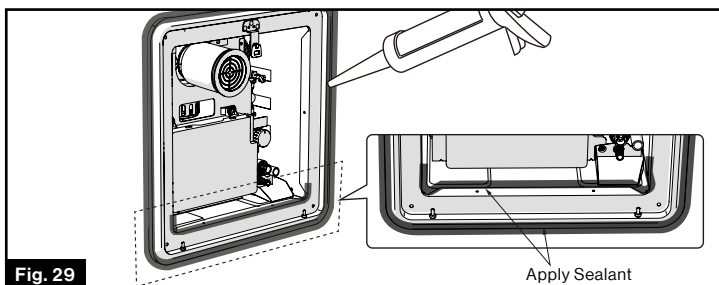

Fig. 29
7. Appliquez une quantité généreuse de mastic d'étanchéité sur le périmètre du cadre de la porte et sur la partie inférieure intérieure de la bride, le long du bord et dans les coins, afin de combler tout écart avec la paroi du véhicule récréatif. (Fig. 29) Essuyez tout excès de mastic.